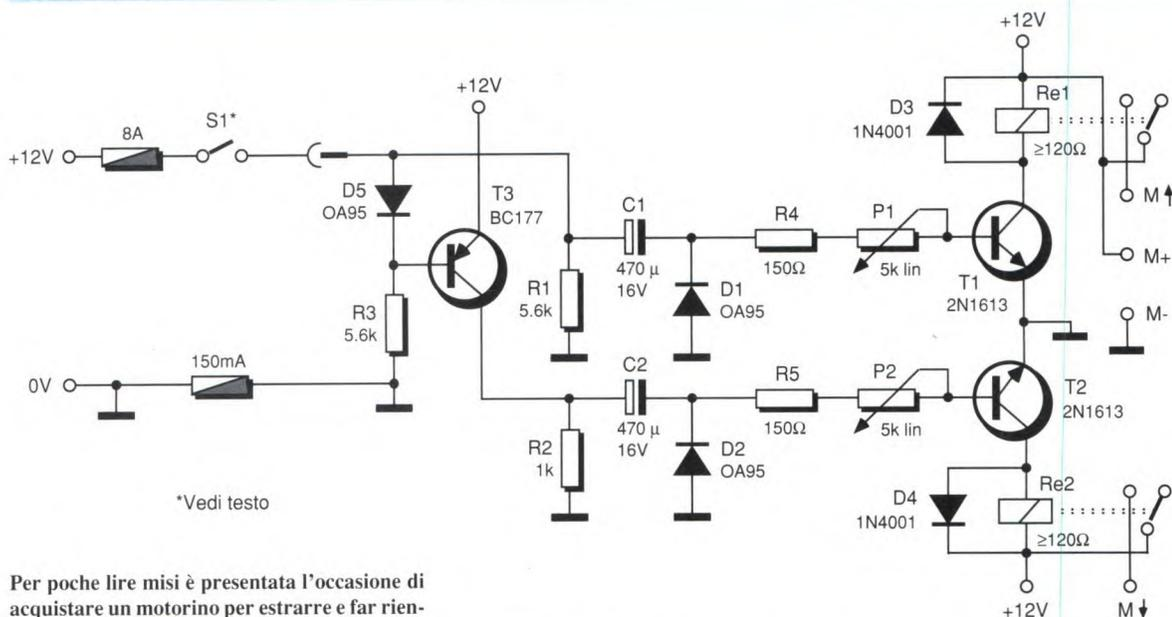
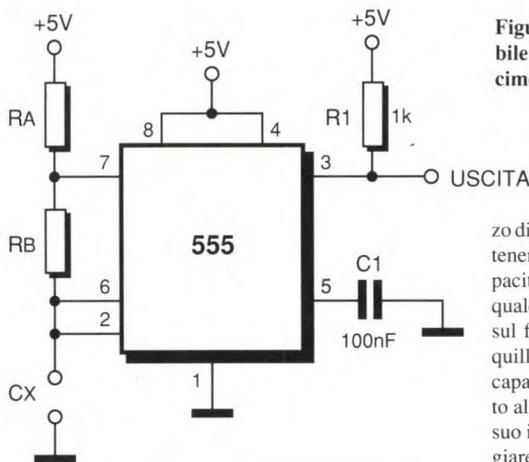

Figura 2. Schema elettrico del circuito di innalzamento e abbassamento automatico dell'antenna dell'autoradio.
Figura 3. Con questo semplice circuito è possibile trasformare il frequenzimetro in un capacimetro digitale.
* La potenza d'uscita viene misurata direttamente ai piedini d'uscita dell'integrato. Questa potenza è funzione della tensione di alimentazione di Figura 2 (applicazioni BTL) e di Figura 3 (applicazioni stereo).
Figura 2. Potenza d'uscita ai capi dell'impedenza di carico (R_L) come funzione della tensione di alimentazione (V_p) nelle applicazioni BTL. Le misure sono state effettuate con $f = 1\text{ kHz}$; $dtot = 10\%$; $T_{amb} = 25^\circ\text{C}$
Figura 3. Potenza d'uscita ai capi dell'impedenza di carico (R_L) come funzione della tensione di alimentazione (V_p) nelle applicazioni stereo. Le misure sono state effettuate con $f = 1\text{ kHz}$; $dtot = 10\%$; $T_{amb} = 25^\circ\text{C}$
Se non ricordo male, un tale circuito è già apparso tempo fa su una delle nostre pubblicazioni che però non sono riuscito a rintracciare. Comunque sia, ecco nuovamente in Figura 2 il circuito che le
Esiste, le è sufficiente realizzare il semplice circuito di Figura 3 impiegante un comunissimo 555 funzionante come multivibratore astabile. Il periodo di tale multivibratore è dato dalla formula $t = 0,7 Cx (Ra + 2Rb)$, per cui, inserendo come Cx la capacità incognita, dando a Ra e Rb un adeguato valore e misurando la frequenza d'uscita del circuito, si può risalire al valore della capacità stessa. Selezionando il periodimetro per una lettura di 1 s, potrà misurare capacità da pochi pF a 1000 µF(!) in due scale stabilite dai valori di Ra e Rb che andranno scelti con una tolleranza più stretta possibile per rendere minimo l'errore. La scala di lettura fino a 1000 µF, si ottiene con Ra=1kΩ e Rb=220Ω, mentre per la scala di lettura fino a 1µF, Ra dovrà essere uguale a 1MΩ e Rb=220kΩ.